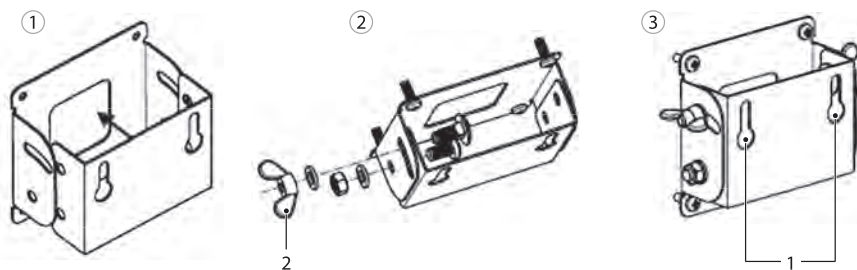

Рис. 2. Схема сборки стенового кронштейна.
1. Сборка кронштейна показана на рис. 2. Обратите внимание на правильность расположения отверстий на деталях!
6. Выберите угол наклона обогревателя. Затяните барашковые винты 2 (рис. 2).